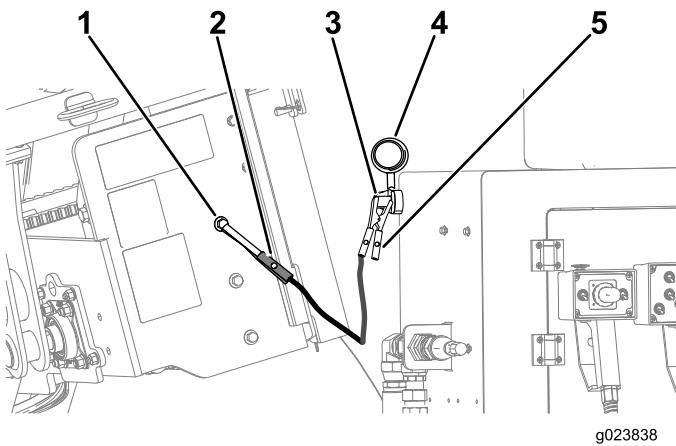

Figura 131
6. Retire la tapa del borne de la batería (Figura 131).
7. Conecte el cable puente positivo (+) al borne de la batería (Figura 131).
8. Conecte el cable puente negativo (-) a una conexión de tierra, por ejemplo un perno o un travesaño del bastidor sin pintar (Figura 131).
10. Cuando el motor arranque, la otra persona debe desconectar el cable puente negativo (-) del bastidor, y luego desconectar el cable puente positivo (+) (Figura 131).